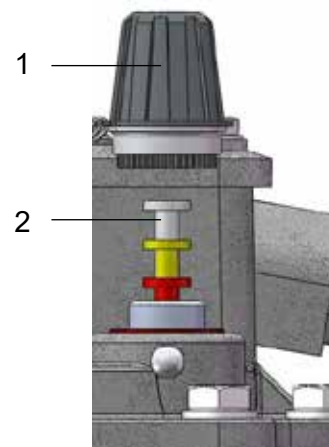

Рис. 7b - Кнопка контроля
- Отвинтить большую глухую гайку (Рис. 7b/ № 1)
- Контрольную кнопку (Рис. 7b/ № 2) вжать наполовину и удерживать в этом положении (Контроль верхней системы коммутации – аварийная сигнализация)